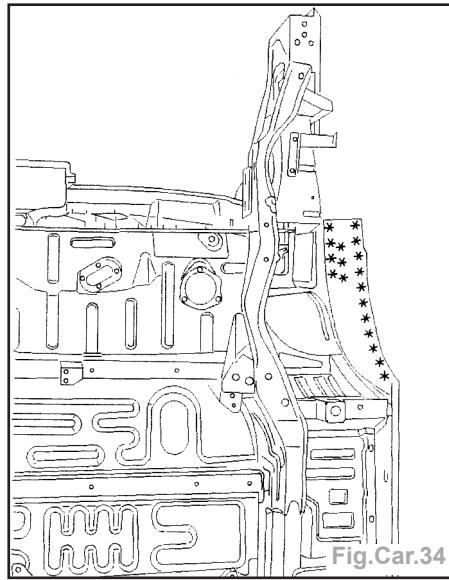

Fig.Car.34
- Dégrafer les lignes de points à l'aide d'une fraise de \varnothing 8 mm (Fig.Car.34).